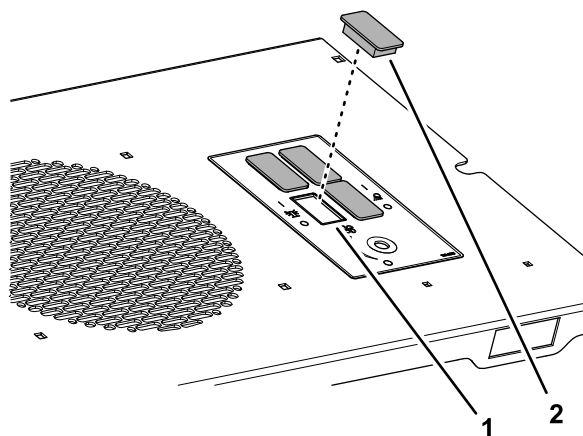

Figura 4
1. Alinhe o tampão nas aberturas retangulares no painel de interruptores (Figura 4).
2. Insira o tampão na abertura até que o tampão encaixe de forma segura no painel (Figura 4).
3. Repita o passo 1 e 2 para os outros três tampões (Figura 4).